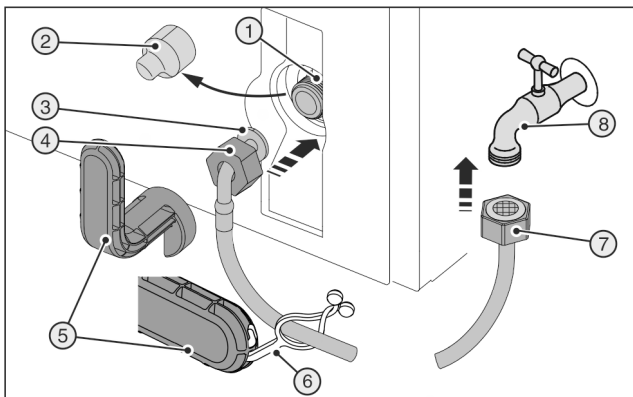
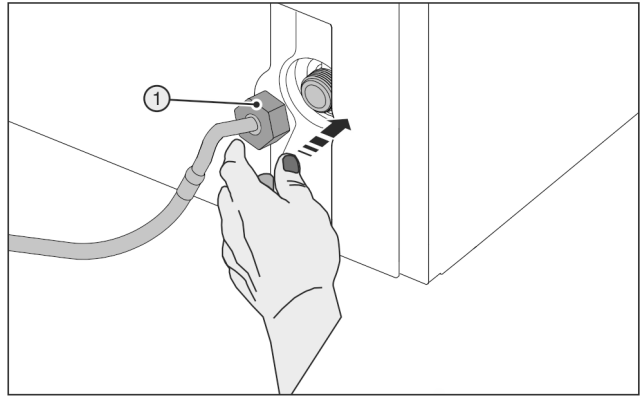

Fig. 45
Fig. 46
Сломанный вспомогательный инструмент Fig. 45 (5)!
- ▶ Вспомогательный инструмент Fig. 45 (5) использовать только при комнатной температуре.
- ▶ Снять крышку Fig. 45 (2).
- ▶ Облегченный монтаж: Выложить прямой конец шланга Fig. 45 (7) влево на землю.
- ▶ До конца сдвинуть гайку Fig. 45 (4) через конец шланга в виде угла Fig. 45 (3) и удерживать.
- ▶ Осторожно одеть гайку Fig. 46 (1) и накрутить на резьбу двумя пальцами до обеспечения надежной посадки.
- ▶ Затяните гайку Fig. 46 (1) с помощью вспомогательного инструмента Fig. 45 (5) по часовой стрелке, пока не будет достигнут максимальный момент затяжки и вспомогательный инструмент Fig. 45 (5) начнет прокручиваться.
- ▶ Навинтить гайку Fig. 45 (7) на запорный кран Fig. 45 (8).
- ▶ Затяните гайку Fig. 45 (7) с помощью вспомогательного инструмента Fig. 45 (5) по часовой стрелке, пока не будет достигнут максимальный момент затяжки и вспомогательный инструмент Fig. 45 (5) начнет прокручиваться.
- ▶ Откройте запорный кран Fig. 45 (8) системы подвода воды и проверьте герметичность всей водяной системы.
- ▶ Зацепить накладку Fig. 45 (6) в вспомогательном инструменте Fig. 45 (5) и для хранения закрепить на шланге из высококачественной стали.